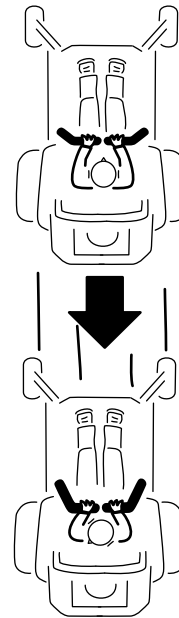

Figure 26
2. Pour vous déplacer en marche arrière, tirez lentement les leviers en arrière (Figure 26).